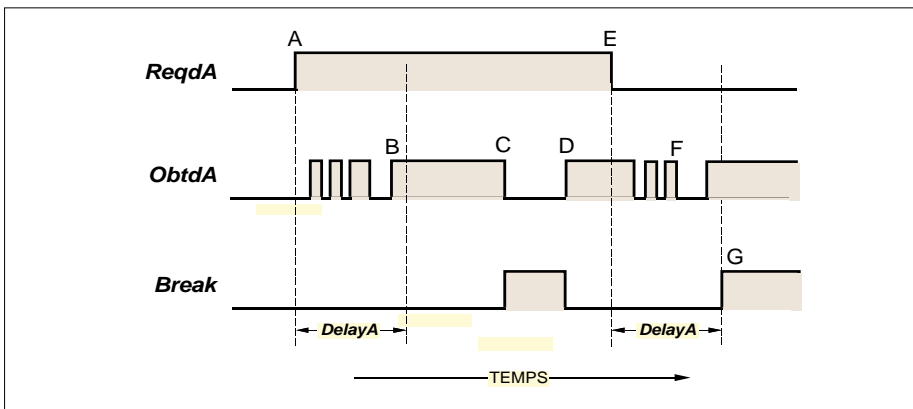

Figure 14-4 Action de la sortie Break - Voie A
- **Break (Interruption).** Break passe à VRAI, “Obtd” ayant égalé “Reqd” (depuis la dernière commutation de “Reqd”), et change d’état en conséquence. Pour empêcher les contacts à rebond de déclencher un *Break* intempestif, cette sortie n’est pas activée tant que le temps spécifié par “Delay” ne s’est pas écoulé après le dernier changement d’état de “Reqd”. La figure 14-4 montre le fonctionnement de *Break*.